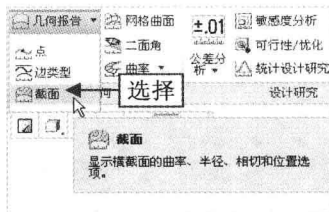

图 7-103 选择“截面”选项
Step 02 单击“检查几何”面板中“几何报告”右侧的下拉按钮,在弹出的下拉列表中选择“截面”选项,如图 7-103 所示。